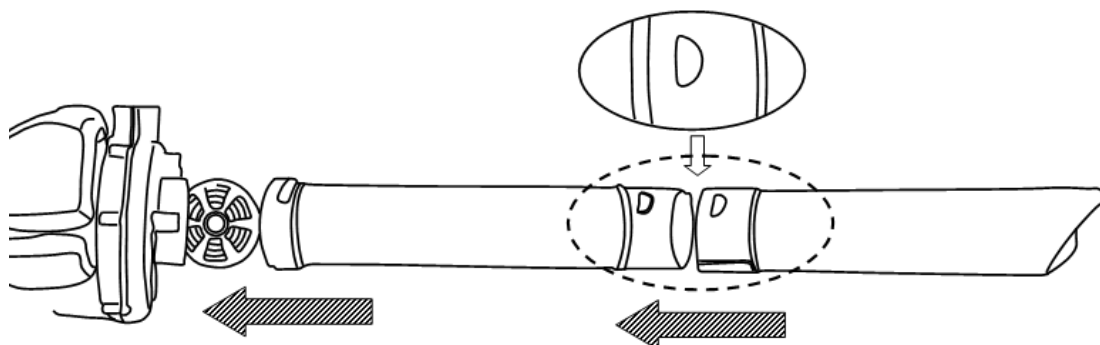

Rys. 2
MONTAŻ DYSZ DMUCHAWY (Rys. 2)
1. Przymocuj nasadkę na górną dyszę dmuchawy przez wyrównanie wystających wypustek na górnej dyszy. Należy je połączyć przez wsunięcie i bezpiecznie dokręcić. (Rys. 2)